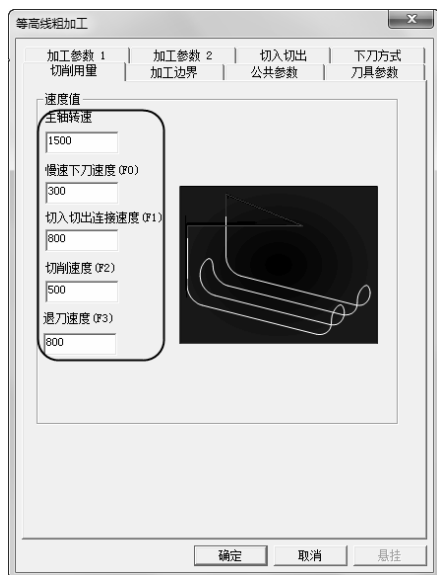

图 5-45 “切削用量”选项卡
5) 单击“切削用量”选项卡，设置“主轴转速”、“慢速下刀速度”、“切入切出连接速度”、“切削速度”、“退刀速度”，具体参数数值如图 5-45 所示。